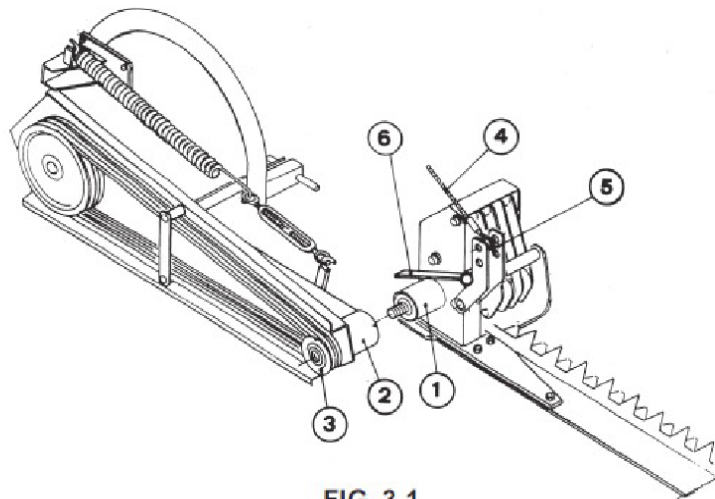

FIG. 3.1
- 1) Se la barra è con **SOLLEVAMENTO MECCANICO**: (Fig. 3.1)
- 1) Blade assembly for sickle bar mowers with **MECHANICAL LIFT**: (Fig. 3.1)
- 1) Si la barra es de **ELEVACIÓN MECÁNICA**: (Fig. 3.1)
- 1) Si la barre est dotée de **LEVAGE MECANIQUE**: (Fig. 3.1)